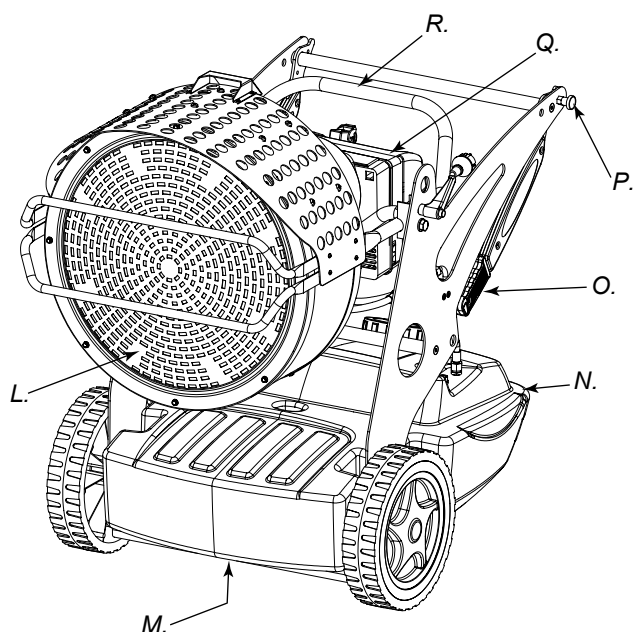

Figure 4
1. Contrôler que le réservoir (N Fig. 4) contient encore du gas-oil.